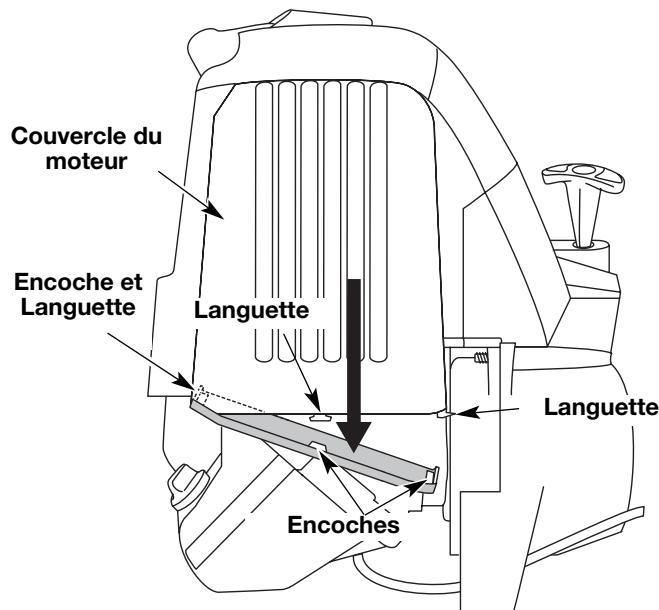

Fig. 62
1. Retirez le couvercle du silencieux en appuyant sur le coin à l'aide d'un tournevis à lame plate (Fig. 62). Glissez les encoches sur les côtés du couvercle par-dessus les languettes du couvercle du moteur et retirez le couvercle.
13. Replacez le couvercle du silencieux. Glissez avec un déclic les encoches sur les côtés du couvercle par-dessus les languettes du couvercle du moteur (Fig. 62).